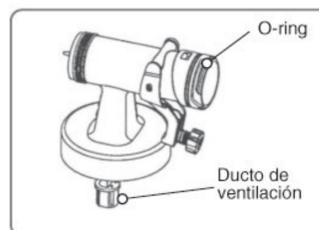

Fig 9
- Desenrosque el contenedor. Vacíe el mismo. Limpie el contenedor y el tubo de aspiración con un cepillo. Limpie el ducto de ventilación (Fig 9).
En función de poder montar con mayor facilidad la pistola, aplique grasa lubricante en el O-ring en la parte frontal de la pistola (Fig 9).